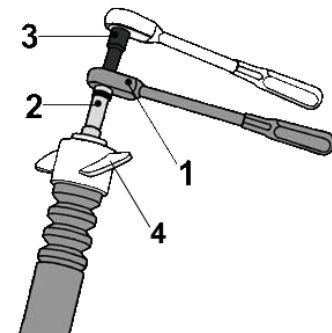

Fig. 8
- **Fig. 8** Oberes Original-Stütz-lager (4) mit Spezial-werkzeug (1-3) abbauen. Wird wiederverwendet.
- **Fig. 8** Remove upper original support bearing (4) with special tool (1-3). It will be re-used.
- **Fig. 8** Démontér le palier de soutien supérieur d'origine (4) avec l'outil spécial (1-3). Est réutilisé.
- **Fig. 8** Desmontar el cojinete de apoyo original (4) con la herramienta especial (1-3). Se volverá a utilizar.
- **Fig. 8** Vor Einbau des Dämpfers das Original-Stütz-lager (4) am Performance Dämpfer mit Kolbenstangenmutter aufschrauben.
- **Fig. 8** Before installing the shock absorber, screw the original support bearing (4) onto the Performance damper with the piston rod nut.